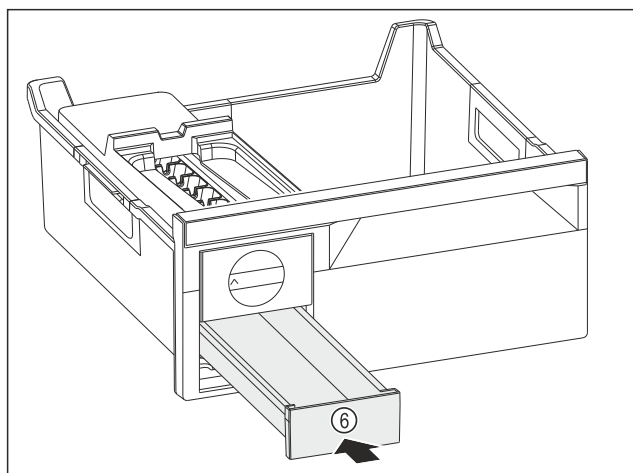

Fig. 81
- ▶ Skub isterningskuffen Fig. 81 (6) ind.